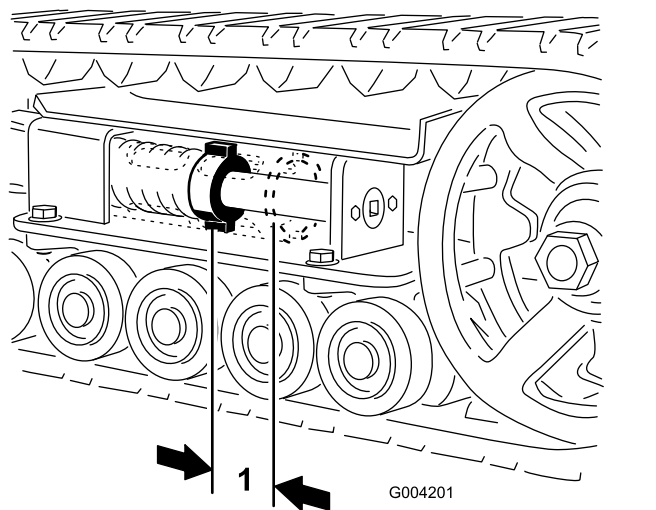

Рисунок 44
Между натяжной гайкой и задней стороной натяжной трубы должен быть зазор 7 см (Рисунок 44). Если это не так, отрегулируйте натяжение гусеницы, используя следующую процедуру:
- Используя ключ с храповым механизмом на $\frac{1}{2}$ дюйма, поворачивайте натяжной винт против часовой стрелки до тех пор, пока расстояние между натяжной гайкой и задней стороной натяжной трубы (Рисунок 44) не станет равным 7 см.
натяжной трубы (Рисунок 44) не станет равным 7 см.
18. Поворачивайте натяжной винт против часовой стрелки до тех пор, пока расстояние между натяжной гайкой и задней стороной натяжной трубы (Рисунок 44) не станет равным 7 см.